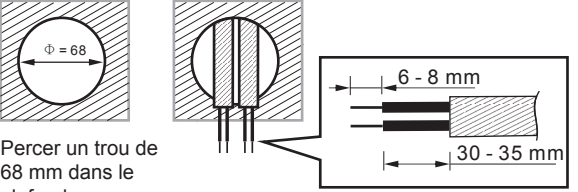

FIG. 10
- 3.3.2.1 Pour installer un capteur, percer un trou de 68 mm de diamètre dans le plafond et garder le câble d'alimentation à l'extérieur. Dénuder 6 à 8 mm d'isolant pour le raccordement (voir FIG. 10).